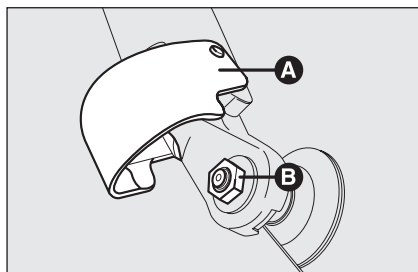

fig. 24
- ☐ levantar a cobertura **A**-fig. 24 e desmontar o braço do veículo, desparafusando a porca **B** que a fixa no pino de rotação;